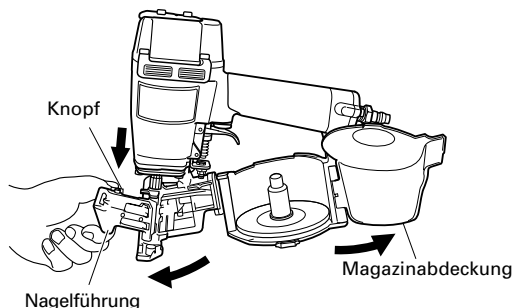

Abb. 1
(1) Ergreifen Sie die Nagelführung und den Knopf mit Ihren Fingern. Drücken Sie den Knopf nach unten und schwenken Sie die Nagelführung auf. Öffnen Sie dann die Magazinabdeckung. (Abb. 1)